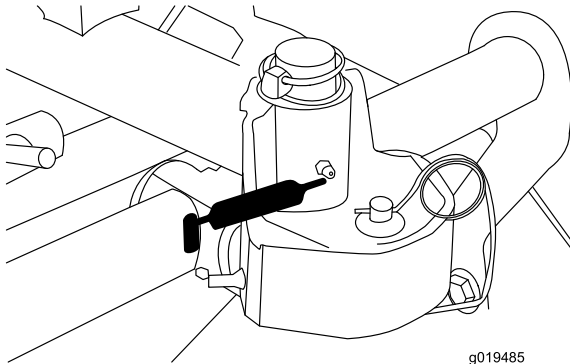

Bild 41
- Mähwerkträgerrahmen und Drehbüchsen (2 Stück) Bild 41.